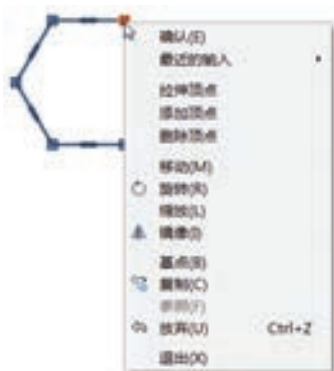

图 3-63 右击选定的基准夹点
2) 使用快捷键或单击鼠标右键查看所有模式和选项，从中选择所需要的夹点模式。如图 3-63 所示，在选择圆上的一点作为基准夹点后，右击该夹点，从弹出的快捷菜单中可以选择“移动”“旋转”“缩放”和“镜像”等模式的选项。